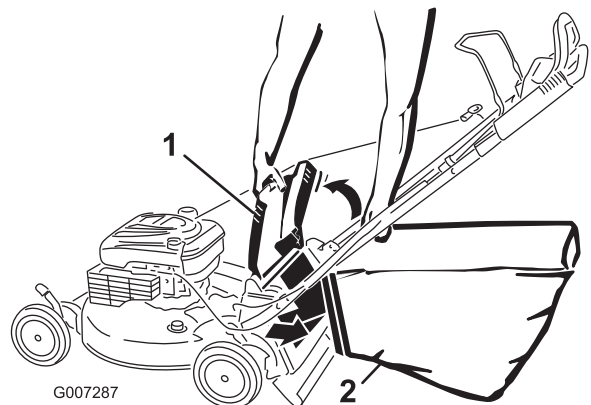

Bild 23
4. Hängen Sie die obere, vordere Kante des Fangkorbs an den Kerben ein (Bild 23).
4. Setzen Sie die Heckauswurfklappe ein (Bild 23).